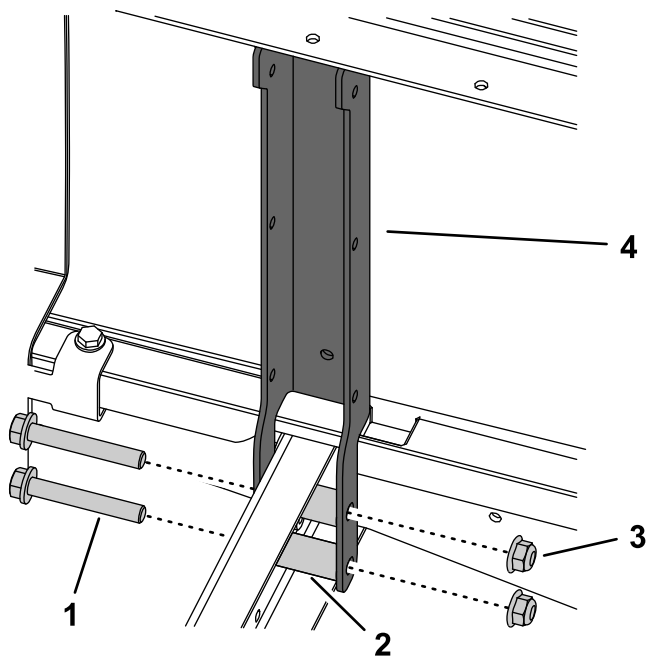

Figura 5
6. Rimuovete i 2 bulloni (3/8" x 2 1/2"), i 2 dadi (3/8") e i 2 distanziali da entrambi i profilati posteriori del supporto del sedile (Figura 5). Rimuovete i profilati.